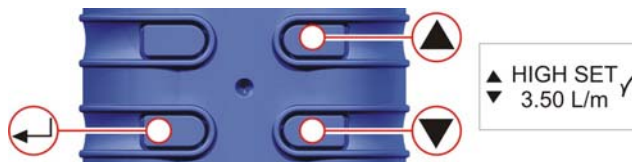

Figure 25 Écran de réglage haut
K. AJUSTEMENT DU POINT DE RÉGLAGE HAUT (fig. 25)